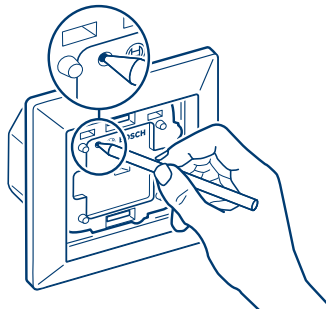

Abbildung 4
i Nach der Montage ist der Anlernmodus für 3 Minuten aktiv. Sollte die Zeit bereits verstrichen sein, drücken Sie kurz die Systemtaste A (s. Abbildung 4).
► Um die Rollladensteuerung anzulernen, drücken Sie kurz mit einem spitzen Gegenstand auf die Systemtaste (s. Abbildung 4).